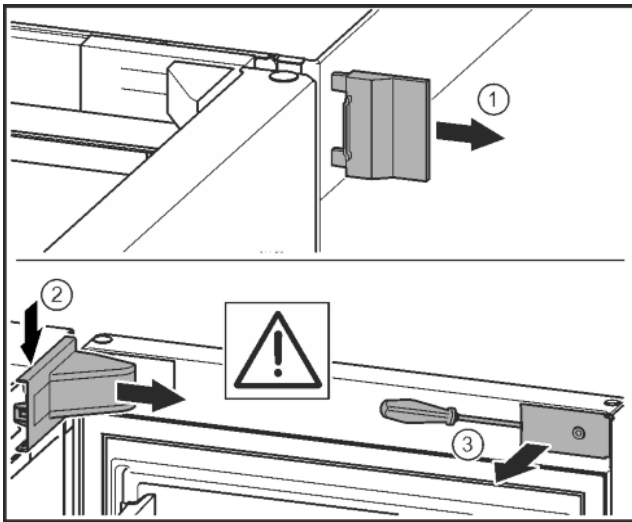

Fig. 10
- ▶ Снять внешнюю крышку. Fig. 10 (1)
- ▶ При помощи отвёртки освободить крышку опорного кронштейна и отсоединить. Снять крышку опорного кронштейна. Fig. 10 (2)
- ▶ Шлицевой отвёрткой вывести накладку из зацепления и отвести в сторону. Fig. 10 (3)